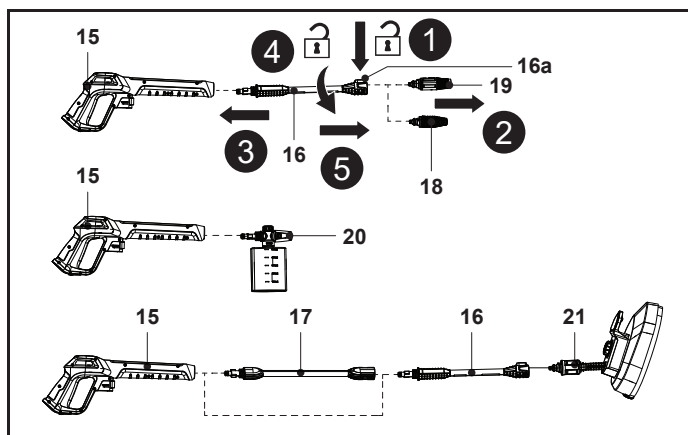

Fig. 6
6. Pentru a deconecta duza, ține apăsat butonul de blocare (16a) și trage afară duza montată (fig. 6, pașii 1, 2). Montează la loc duza necesară.
7. Pentru a deconecta extensia de lance (16), apăs-o și rotește-o în sens antiorar, apoi scoate-o (fig. 6, pașii 3, 4, 5).
8. Pentru a deconecta duza pentru recipientul cu detergent (20) sau tija extensibilă (17) de la pistolul pulverizator (15), apăs-o și rotește-o în sens antiorar și scoate-o. Montează la loc accesoriul necesar pentru pistolul pulverizator.